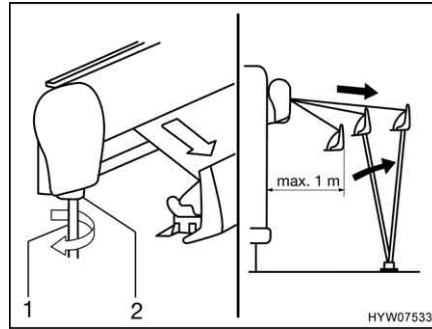

Fig. 19 Estrazione della tenda
- Inserire la manovella (Fig. 19,1) nel supporto a baionetta (Fig. 19,2) della tenda e girarla in senso antiorario. La tenda si apre dopo un paio di rotazioni.